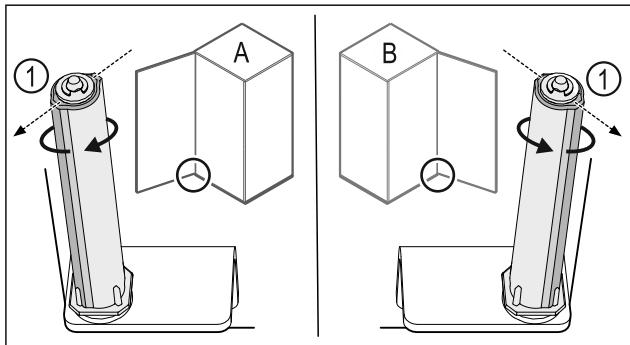

Fig. 45 Отваряне наляво (A) / отваряне надясно (B)
- Въртете затварящата система срещу съпротивлението, докато реброто на затварящата система Fig. 45 (1) сочи навън.